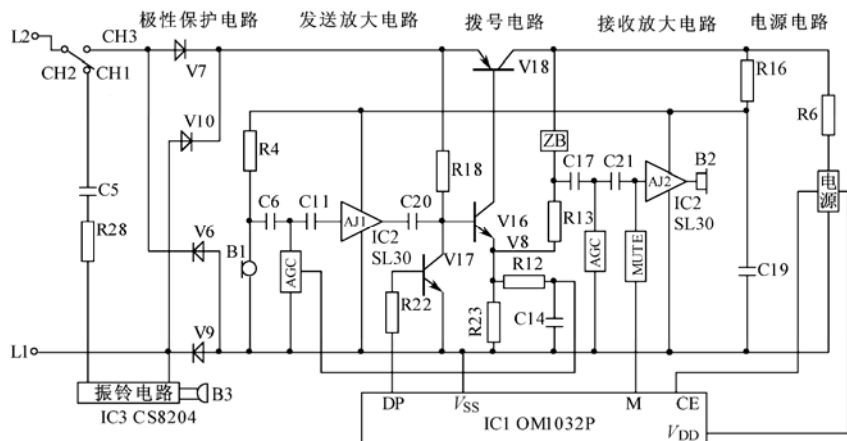

图 1-4-2 HA998 (II) P 型电话机电路原理图
HA998 (II) P 型电话机电路原理图如图 1-4-2 所示。HA998 (II) P 型普通脉冲按键式电话机主要由振铃电路、极性保护电路、发送放大电路、接收放大电路、电源电路和拨号电路组成。AGC 是发送和接收自动音量调节电路。MUTE 是接收静噪电路。ZB 是平衡网络。V8 是稳压管, 主要起稳定电话机端电压的作用。R16 和 C19 组成的电源给发送放大器和接收放大器供电。拨号集成电路 OMI032P 由单独的电源供电。V16 有两个作用, 它既是发送放大管也是拨号管。